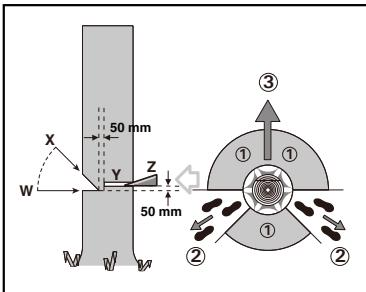

Fig. 1
Quando l'albero inizia a cadere, rimuovere la motosega dal taglio, arrestare il motore, mettere a terra la motosega e utilizzare il percorso di rientro previsto (2). Prestare attenzione alla caduta degli alberi dall'alto, e osservare dove si poggiano i propri piedi. (Vedere Fig. 1)